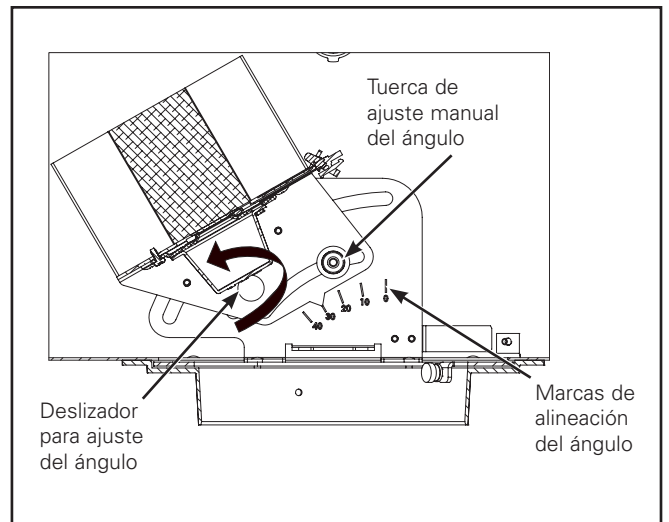

Figura 3.
1. Afloje las tuercas de ajuste manual para modificar el ángulo (2) a través de la abertura en la base de yeso, pero sin quitarlas (Figura 3).
2. Tire del deslizador para ajuste del ángulo para cambiar la inclinación, y suéltelo para un ajuste aproximado en incrementos de 10 grados. Se incluyen las marcas de alineación del ángulo como referencia (Figura 3).